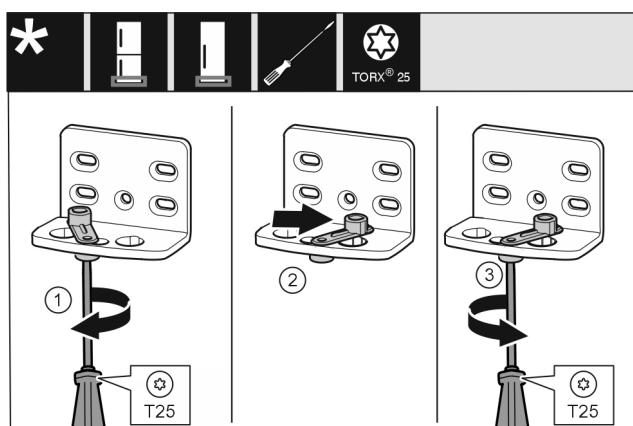

Fig. 11
- ▶ Svitare allentando la vite con il cacciavite T25. Fig. 11 (1)
- ▶ Sollevare l'ausilio di chiusura della porta e ruotarlo di 90° verso destra nel foro. Fig. 11 (2)
- ▶ Serrare la vite con il cacciavite T25. Fig. 11 (3)